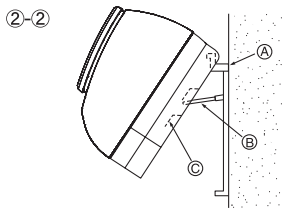

Fig. 3-6
- ②-② Sollevare la sezione interna mantenendo fissato il supporto (attaccato al pannello di montaggio) alle nervature sulla parte posteriore dell'unità, come indicato. (Fig. 3-6)